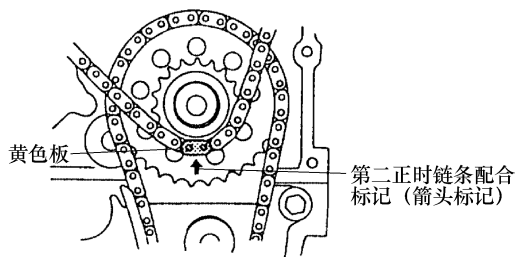

图 6-48 对齐第二正时链正时标记
4) 对准第二正时链条黄色板与张紧轮上的配合标记, 安装第二正时链条, 如图 6-48 所示。